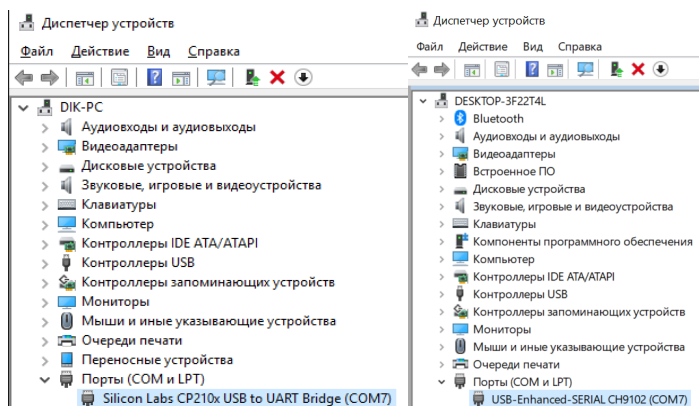

Рис.8. Окно Диспетчера устройств.
- если устройство определилось как «Silicon Labs CP210x USB to UART Bridge» (рисунок 8 слева):
- если устройство определилось как «USB-Enhanced-SERIAL CH9102» (рисунок 8 справа):